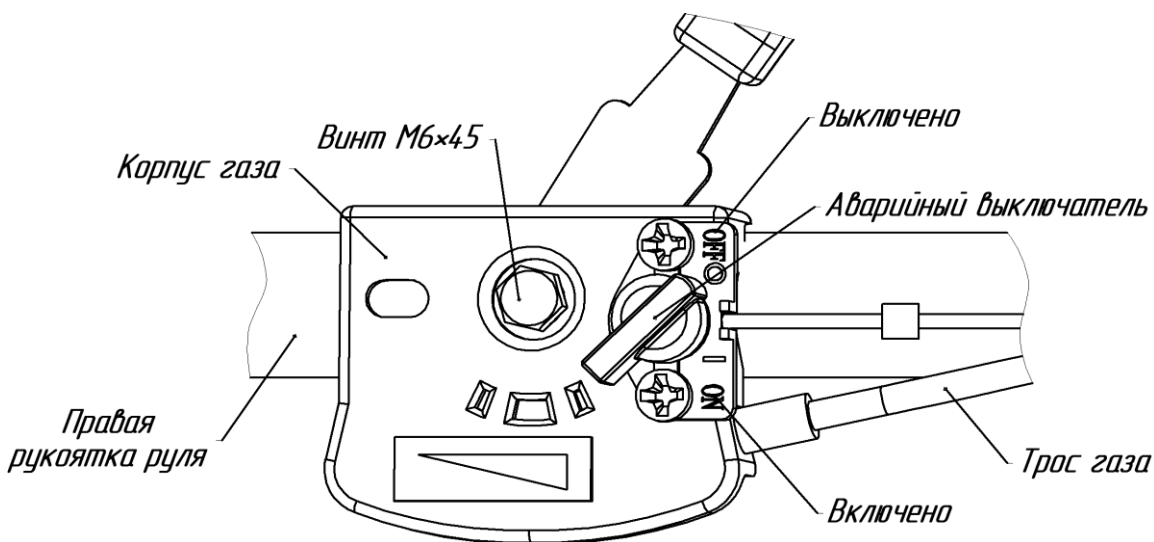

Рис.10 Механизм управления дроссельной заслонкой (газом) двигателя.
- установить ручку газа на рукоятке руля в положение "О" ("СТОП") (рис.8) или аварийный выключатель в положение "OFF" (рис.10);